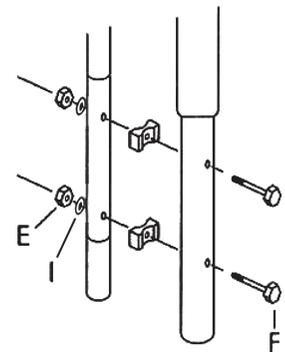

Abb. 1
Für diesen Schritt benötigen Sie eventuell Hilfe einer weiteren Person, um die Stangen zu halten, während Sie die Schrauben zuziehen. Um eine Netzstange an ein Bein des Trampolins zu montieren, benötigen Sie ein unteres Rohr (B), 2 Schrauben (F), 2 Adapter (K), 2 Unterlegscheiben (I) und 2 Muttern (E). Halten Sie das Rohr (B) so, dass die beiden Löcher unten sind. Folgen Sie Abb. 1 und schieben Sie eine Schraube durch das obere Loch des Rohres, dann durch den Adapter und schließlich in das obere Loch des Beines des Trampolins. Setzen Sie dann die Unterlegscheibe ein und ziehen die Mutter leicht an. Wiederholen Sie das für das untere Loch. Ziehen Sie beide Muttern mit mindestens 10 Nm fest an. Wiederholen Sie Schritt 2 für alle Rohre des Netzes.